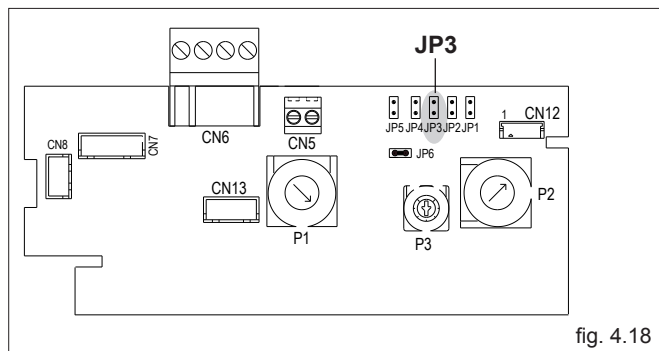

fig. 4.18
- rimuovere il coperchio camera di combustione (D) e la staffa con candela montata (D1)
- rimuovere il tubo di collegamento valvola gas-bruciatore (E) svitando i due dadi con le relative guarnizioni (E1)
- rimuovere il collettore GPL ed estrarre il tegolo interno (M) che dovrà essere successivamente montato sul collettore MTN
- aprire il coperchio di ispezione del cruscotto per accedere al ponticello JP3 sulla scheda di controllo (fig. 4.18):